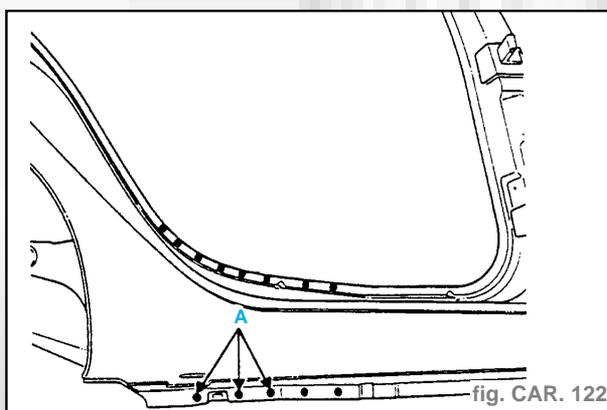

fig. CAR. 122
**Soudure** (fig. CAR. 122)
**Nota.** - En (A), les points sont en trois épaisseurs.